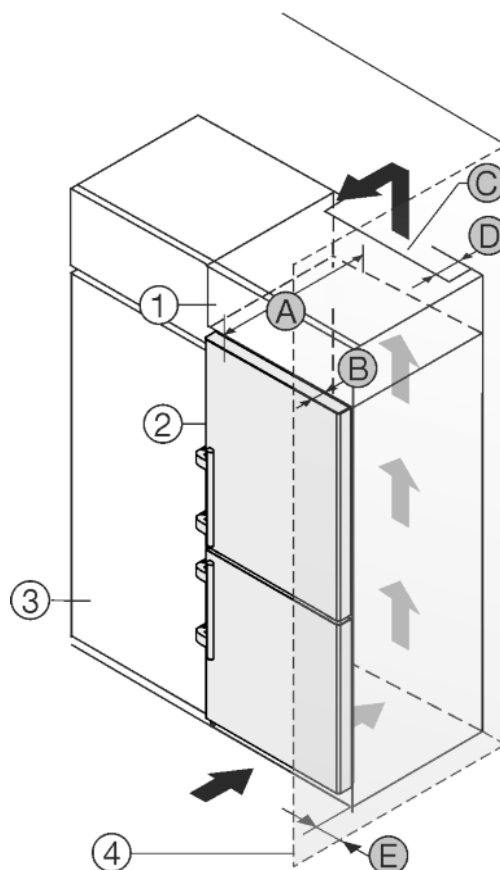

Fig. 13
Enheden kan bygges inn i kjøkkenskap. For å tilpasse enheten *Fig. 13 (2)* til kjøkkeninnredningens høyde, kan et innbyggingskap *Fig. 13 (1)* monteres over enheten.
Enheden kan plasseres rett ved siden av kjøkkenskapet *Fig. 13 (3)*. For å kunne åpne dørene helt må enheten rage dybden *Fig. 13 (B)* lenger ut enn fronten på kjøkkenskapene. Avhengig av kjøkkenskapenes dybde og bruk av veggavstandsstykker kan enheten rage enda lenger ut.
- På baksiden av skapmodulen over enheten må det installeres en ventilasjonskanal med dybden *Fig. 13 (D)* over hele skapmodulens bredde.
- Ventilasjonstverrsnittet *Fig. 13 (C)* under taket i rommet må overholdes.
Hvis enheten plasseres med hengslene mot en vegg *Fig. 13 (4)*, må avstanden *Fig. 13 (E)* mellom enheten og vegg overholdes. Dette tilsvarer hvor mye håndtaket stikker ut når døren er åpen.